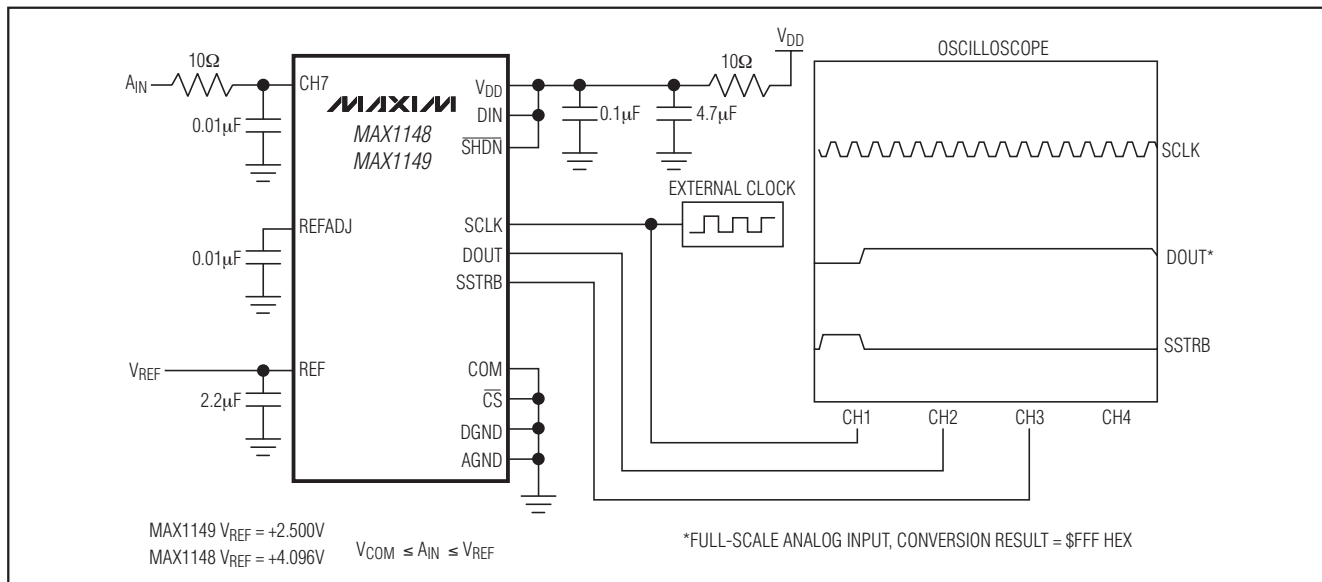
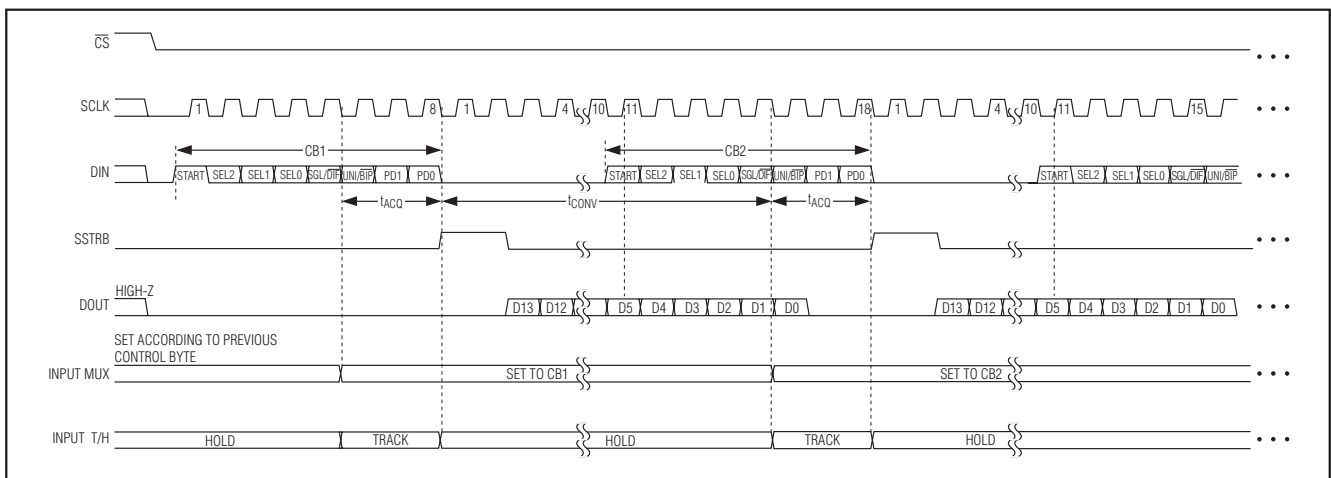

図7. クイックルック用回路
図10. 外部クロックモード：18個のクロック/変換タイミング
MAX1148/MAX1149を短時間で評価する場合は図7の回路を使用してください。MAX1148/MAX1149は、各変換を行う前にSCLKを用いてDINにコントロールバイトを書き込む必要があります。DINを V_{DD} に接続してSCLKにクロックを入力すると、コントロールバイトには\$FF HEXが入力されます(表1を参照)。外部クロックモードとして、変換間の電源断を行わないようにし、CH7を使うシングルエンドでユニポーラの変換をトリガしてください。外部クロック入力モードでは、14ビット変換結果のMSBがDOUTにシフト出力される前に2クロック期間、SSTRBがパルス出力されます。CH7へのアナログ入力を変化させると、DOUTから出力されるビットシーケンスが変わります。1変換ごとに合計18クロックサイクルが必要です(図10)。SSTRBとDOUTのすべての遷移はSCLKの立下りエッジで起こります。
- 2) 変換中のビット5がDOUTにクロック同期出力された後の最初のハイビットがDINにクロック同期入力される(図10及び11)。
変換と変換の間で \overline{CS} をローに保持したままで、MAX1146~MAX1149を最高速度で動作させることできるのは、1変換当たり、18クロックです。図10と11は18 SCLKサイクルで変換を行うために必要とするシリアルインタフェースタイミングを示しています。